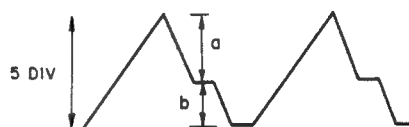

Fig. 11-3 Ajuste de la onda de diente de sierra
3. Una vez aparece la forma de onda mostrada en la Fig. 11-3 en el osciloscopio, ajustar la ganancia del osciloscopio de modo que el pico de la forma de onda de diente de sierra está en la división 5. Luego, ajustar VR1 (33-1/3 rpm) a $a:b = 2,7:2,3$ como se muestra en la Fig. 11-3. (Tener cuidado porque el ruido se introduce con facilidad.)